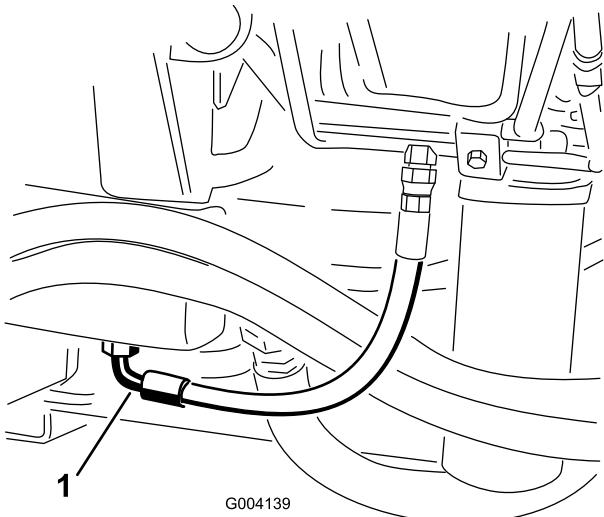

Figura 58
- Coloque um recipiente de escoamento grande debaixo da união presa à parte de baixo do reservatório do fluido hidráulico (Figura 58).